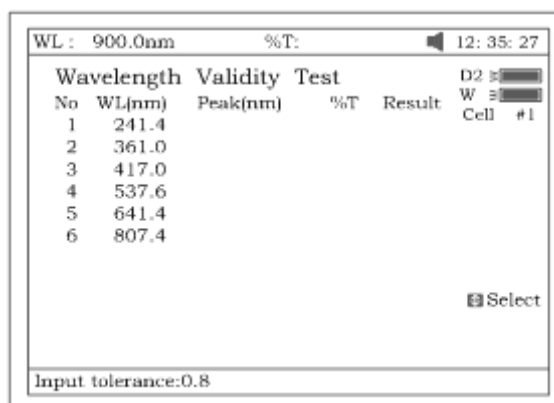

Рисунок 98
3. Нажмите **[F3]**, чтобы установить величину допустимого отклонения (рис.98). Введите его значение с цифровой клавиатуры.